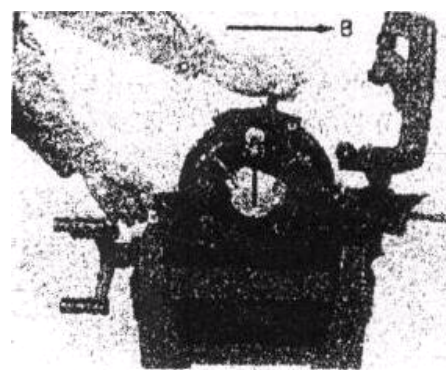

рис.11
- в) Перевести рукоятку в направлении В таким образом, чтобы рядом с упором произошло ее сцепление (рис. 11).